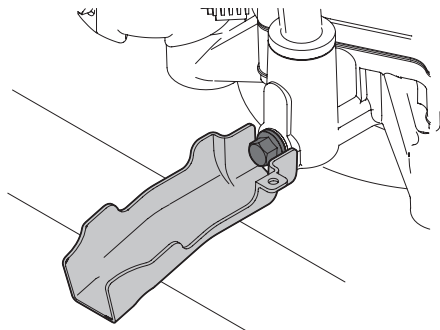

Figura 26
- Coloque el extremo pequeño de la manga de drenado de aceite en el cárter de aceite. Consulte la Figura 26.